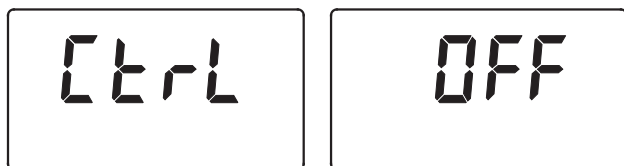

FIG. 40
2. Appuyez ensuite plusieurs fois sur le sélecteur jusqu'à ce que « Ctrl » clignote à l'écran (cf. Figure 40).